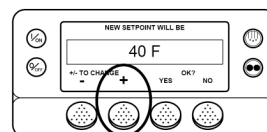

Fig.2
3. Druk op beeldschermtoetsen + of – om de instelwaarde te wijzigen (fig.2)